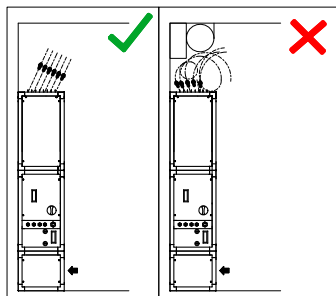

FIG.2
- Ne pas obstruer la sortie d'air du purificateur, garder autant de distance que possible pour assurer une bonne répartition de l'air dans tout le local (Fig. 2).